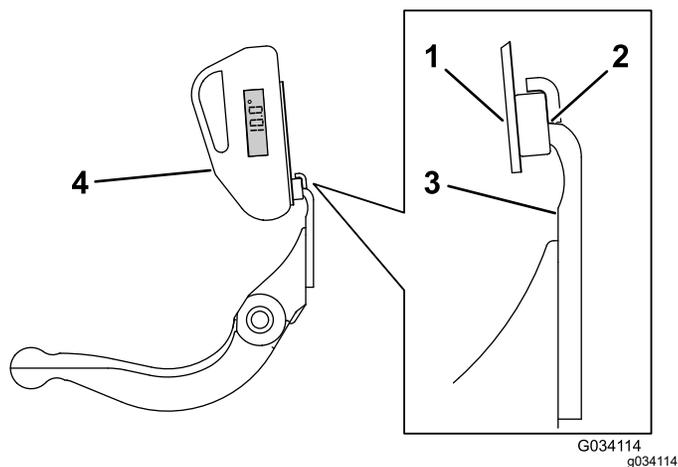

Рисунок 27
3. Установите крепление индикатора угла на кромке неподвижного ножа так, чтобы кромка магнита совпала с кромкой неподвижного ножа (Рисунок 27).
4. Установите индикатор угла на крепление, как показано на Рисунок 27.